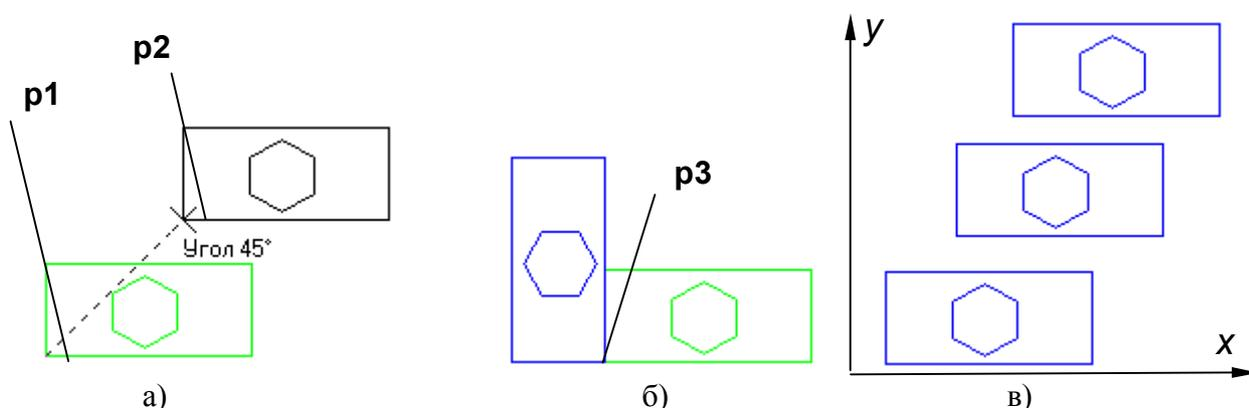

Рис. 4.3. Примеры использования команд сдвига и копирования объектов
- 3) указать положение базовой точки **p1** (рис. 4.3а);
- 4) указать новое положение базовой точки **p2** (рис. 4.3а);
- 3) указать положение базовой точки **p3**, относительно которой осуществляется поворот фрагмента (рис. 4.3б);
**Копирование**. Копирование осуществляется смещением копии по осям X и Y (рис. 4.3в).